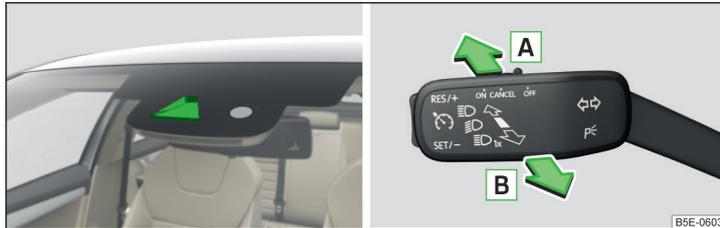

Abb. 50 Sensordachfenster für den Fernlichtassistenten / System ein-/ausschalten
Das Ein-/Ausschalten des Fernlichts wird durch einen Sensor gesteuert » Abb. 50.
- Zum **Einschalten** des Systems den Bedienungshebel in die gefederte Stellung **A** drücken » Abb. 50, im Display des Kombi-Instruments leuchtet die Kontrollleuchte auf.
- Zum **Ausschalten** des automatisch eingeschalteten Fernlichts den Hebel in die gefederte Stellung **B** drücken » Abb. 50, die Kontrollleuchte erlischt.
➤ Zum **manuellen Einschalten** des Fernlichts den Hebel in die gefederte Stellung **A** drücken » Abb. 50, die Kontrollleuchte erlischt.